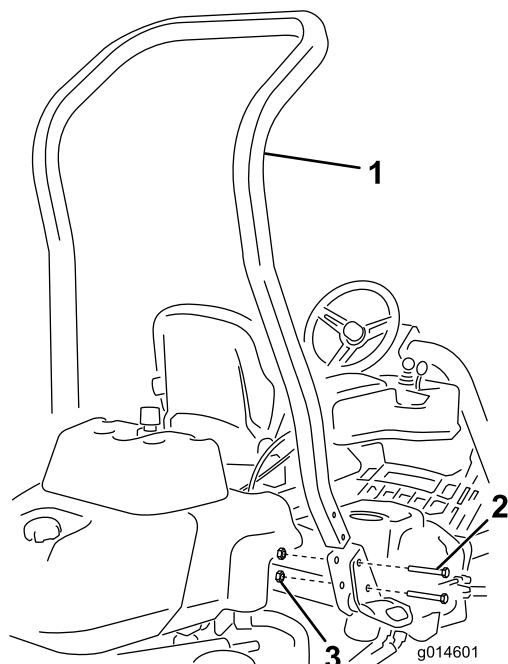

図 3
3. 機体の左右にあるポケットに ROPS を差し込み、ボルト (1/2 x 3-3/4 インチ) 4本とフランジ・ナット4本 (1/2 インチ) で固定する (図 3)。